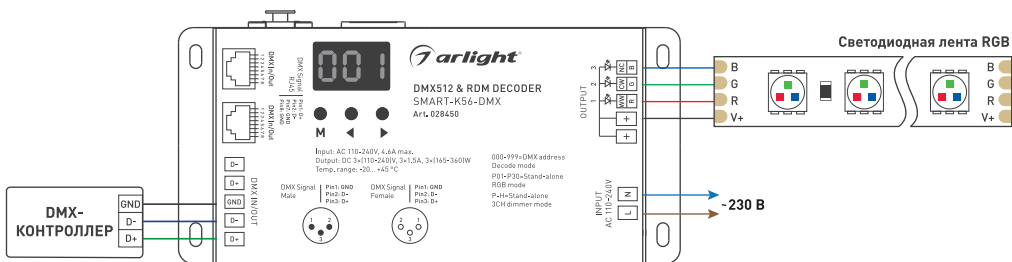

Рисунок 1. Подключение декодера SMART-K56-DMX
- 3.2. Подключите контроллер согласно схеме (рисунок 1).